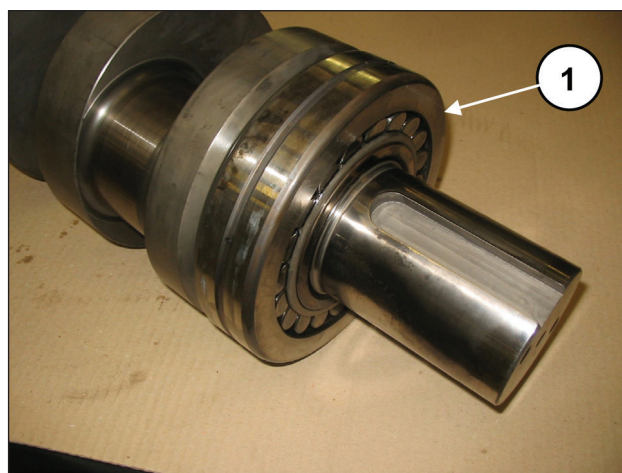
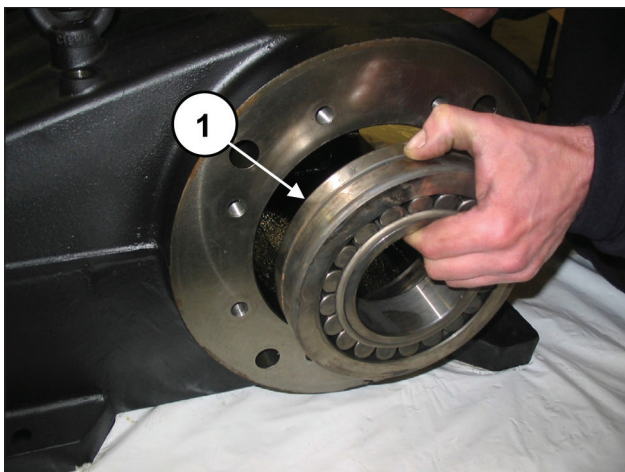

Fig. 42
Fig. 43
Premontare il cuscinetto lato PTO sull'albero fino a battuta (pos. ①, Fig. 42) e montare il cuscinetto lato opposto sul carter (pos. ①, Fig. 43).
**Il cuscinetto in Fig. 43 ha l'anello interno conico. Verificare che la conicità sia dall'esterno all'interno per permettere il successivo inserimento della bussola.**